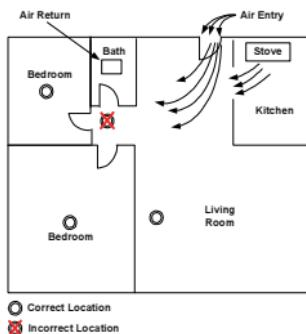

Abbildung 6: Empfohlene Standorte für Rauch- und Hitzemelder
- ◆ Im Bereich von frischer Luftzufuhr. Der Zu- und Abfluss von frischer Luft kann den Rauch vom Rauch-/Wärmemelder abhalten und damit dessen Wirksamkeit beeinträchtigen. Abbildung 6 zeigt die korrekten und inkorrekt Standorte im Hinblick auf dieses Problem